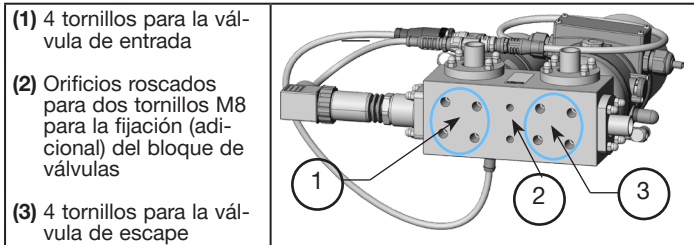

Fig. 8: Accesibilidad de los tornillos para fijar las válvulas
- Si el sistema de tuberías no puede proporcionar suficiente soporte, el bloque de válvulas debe asegurarse adicionalmente utilizando los dos orificios roscados M8 (ver «Fig. 8»).